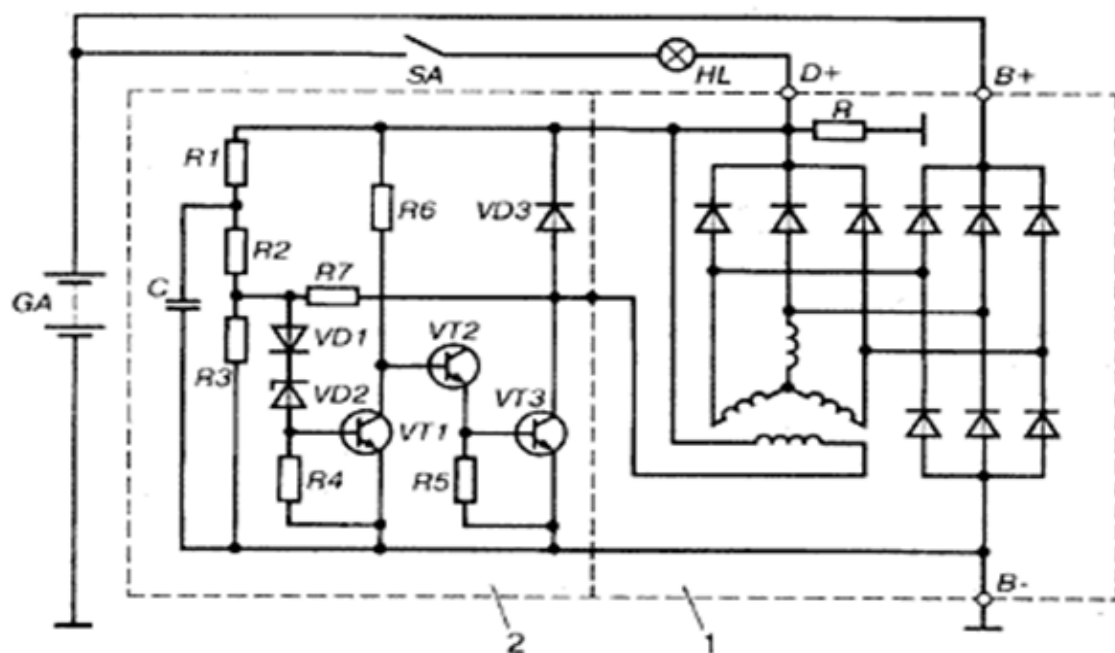

Рис. 3
- 9). Обозначьте обмотку статора на рис. 3.